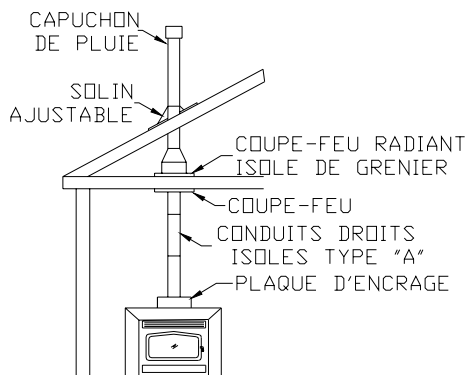

Figure 12 : Installation directe
- Vous avez le choix de plusieurs configurations dont les plus fréquentes sont illustrées dans les figures 12, 13, et 14.